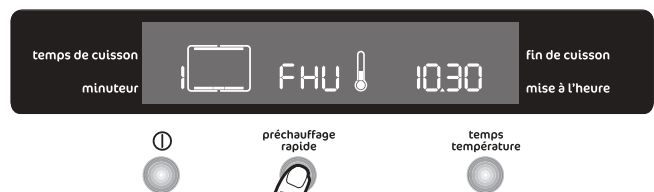

Fig. 17
- Appuyez sur la touche "**Préchauffage rapide**". La mention "**FHU**" apparaîtra sur l'affichage (Fig. 17).